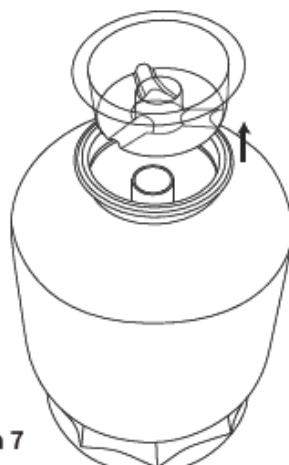

Figura 7
d. Una vez agregada la arena en el modelo con válvula superior retire la tapa plástica (Figura 7).